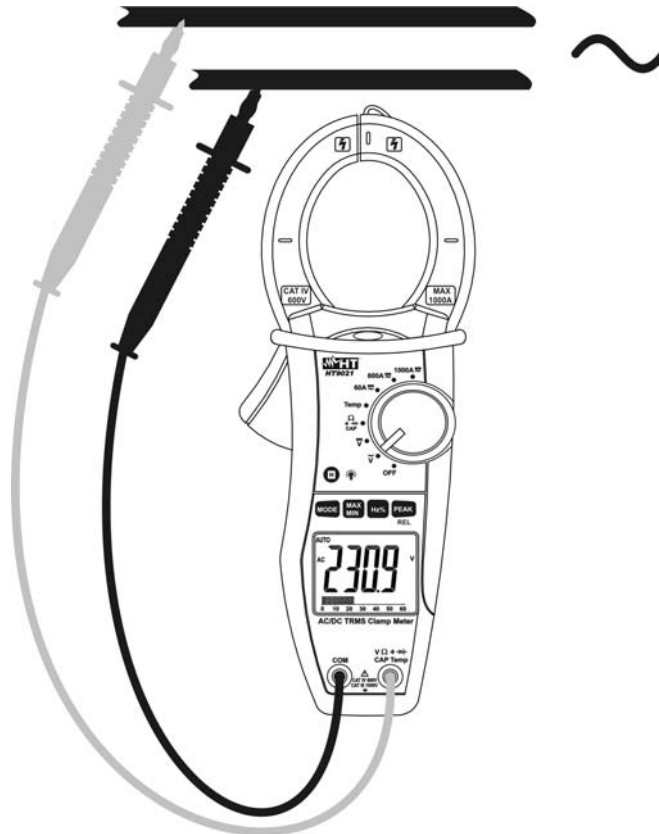

Abb. 2: AC Spannungsmessung
2. Verbinden Sie die Meßleitungen mit den Eingangsbuchsen. Die rote Meßleitungsbuchse mit der  $V\Omega\text{CAP Temp}$  Eingangsbuchse, die schwarze Meßleitungsbuchse mit der **COM** Eingangsbuchse (Abb. 2)